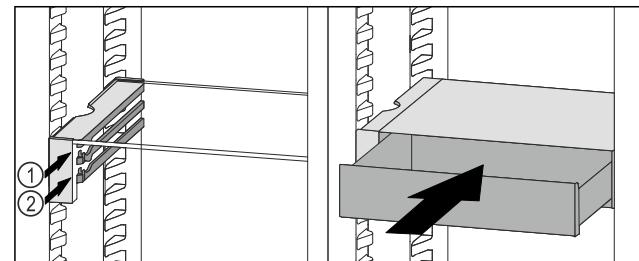

Fig. 108
- Așezați sertarul VarioSafe în spatele opritoarelor pe nervura dorită Fig. 108 (1) sau Fig. 108 (2).